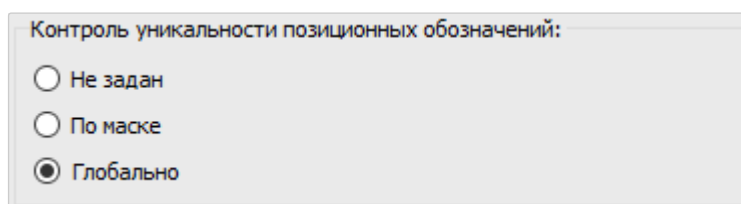

Рисунок 154. Область «Контроль уникальности позиционных обозначений»
3) «Контроль уникальности позиционных обозначений» — отвечает за контроль уникальности позиционных обозначений и наименований устройств с режимами (см. рисунок 154):